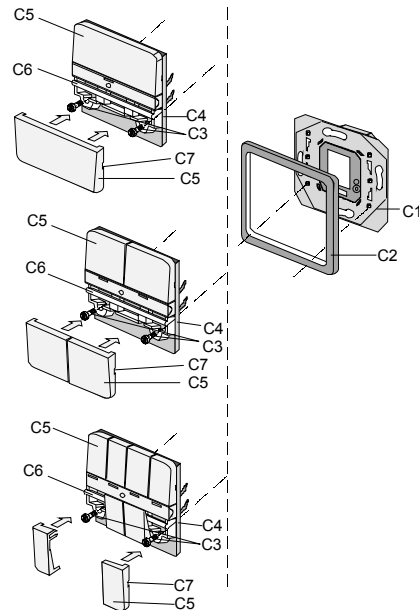

Bild 3: Montagerihenfolge
- Stecken Sie das Tastermodul (C4, Bild 3) gemeinsam mit dem Rahmen (C2) auf den Busankoppler UP (C1) und drücken es fest zusammen.
Wichtig dabei: Das Tastermodul (C4, Bild 3), die Tasterwippen (C5) plus Rahmen (C2) festhalten / andrücken.
- Den Taster (C4, Bild 3) komplett mit dem Rahmen (C2) von dem Busankoppler UP (C1) abziehen: